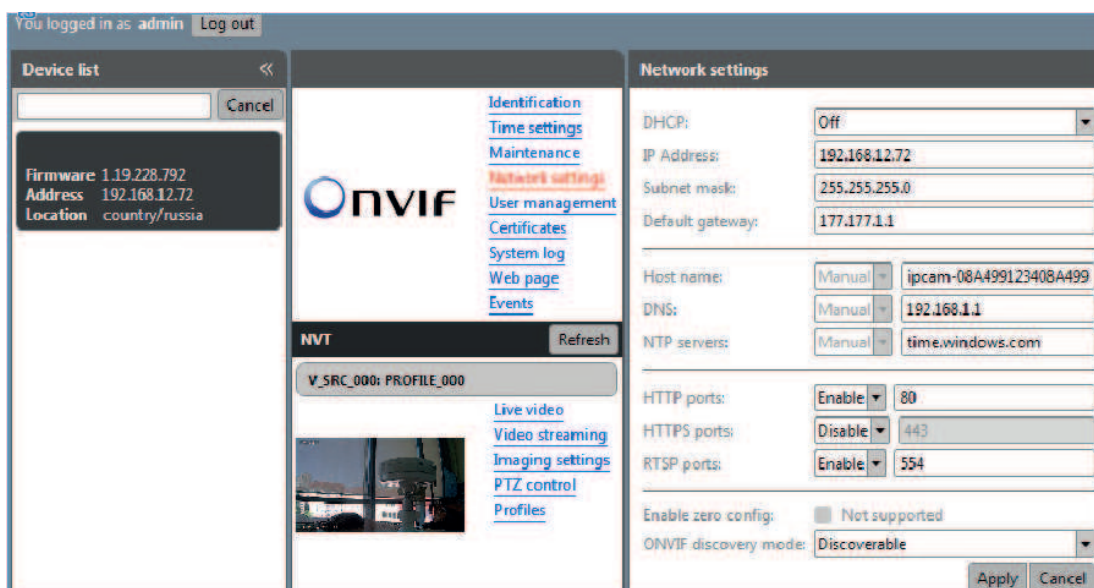

Рисунок 8
2) Для включения DHCP в поле DHCP выберите значение On, чтобы IP-адрес назначался автоматически. Для ручной настройки сетевых настроек выберите значение Off. Чтобы применить изменения нажмите кнопку Apply, рисунок 8.